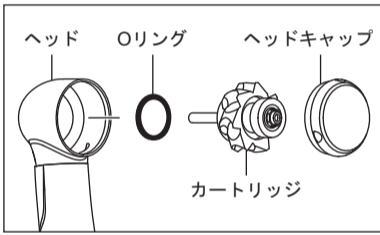

図14
- ヘッドキャップレンチをヘッドキャップに合わせ、反時計方向に回し、ヘッドキャップを緩めます。ヘッドからカートリッジ、Oリングを取り出します(図14)。通常、カートリッジはヘッドキャップに付いた状態で出てきます。